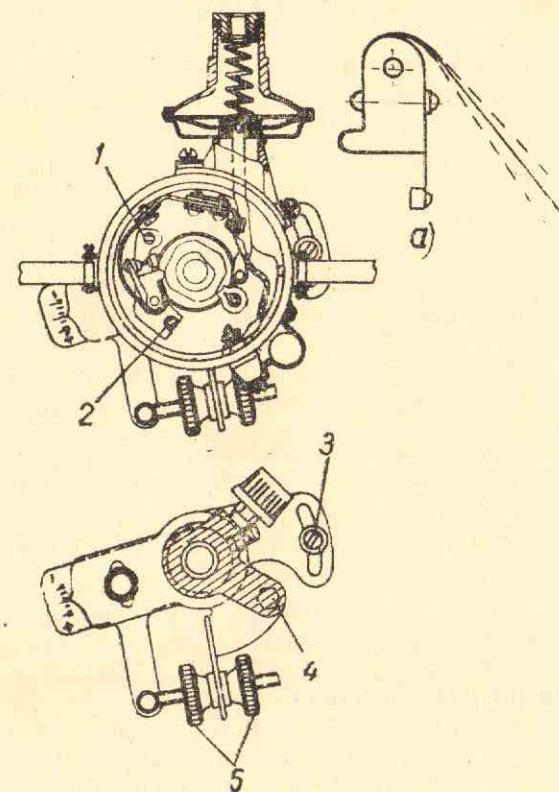

Рис. 19. Распределитель зажигания.
Для изменения зазора следует ослабить винт 1 (рис. 19), крепящий пластину, несущую неподвижный контакт прерывателя, и, вращая винт 2, установить по щупу требуемый зазор. После установки правильного зазора завернуть винт 1 крепления пластины.
8. Гайками 5 (рис. 19) плавной настройки установить шкалу октан-корректора на нулевое деление.
Если замыкания не произошло или произошло вялое замыкание контактов, необходимо устранить заедание в условиях ремонтной мастерской и отрегулировать натяжение пружины прерывателя в пределах 400—600 граммов, сняв рычажок и изгиба в ту или иную сторону, по надобности, пружину (см. рис. 19).